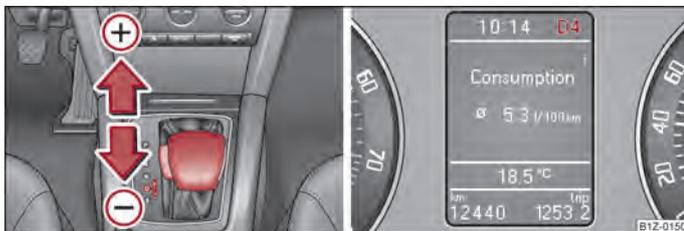

Fig. 107 Alavanca selectora: comutação manual / visor de informações: comutação manual
A posição actual da alavanca selectora é exibida, juntamente com a velocidade engrenada, no visor de informações do painel de instrumentos ⇒ Fig. 107 - à direita.
- Toque na alavanca selectora (na posição Tiptronic) para a frente ⇒ Fig. 107 (+).